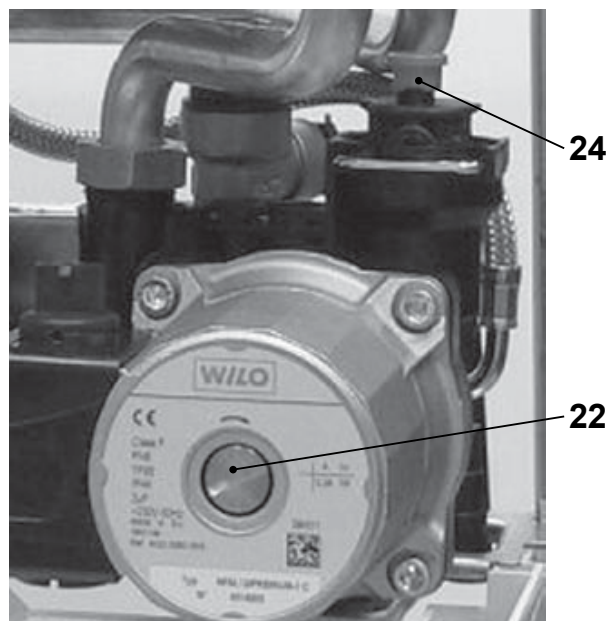

рис. 6.3
- Отверните колпачок на автоматическом выпускном клапане 24 в рис. 6.3 .
- Снимите колпачок 22 в рис. 6.3 и разблокируйте насос, вращая ротор с помощью отвертки.